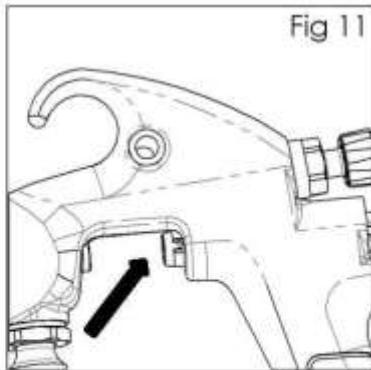

Fig 11
9. Вытолкните переднее уплотнение воздушного клапана (18) пальцем. (См. рис. 11.)